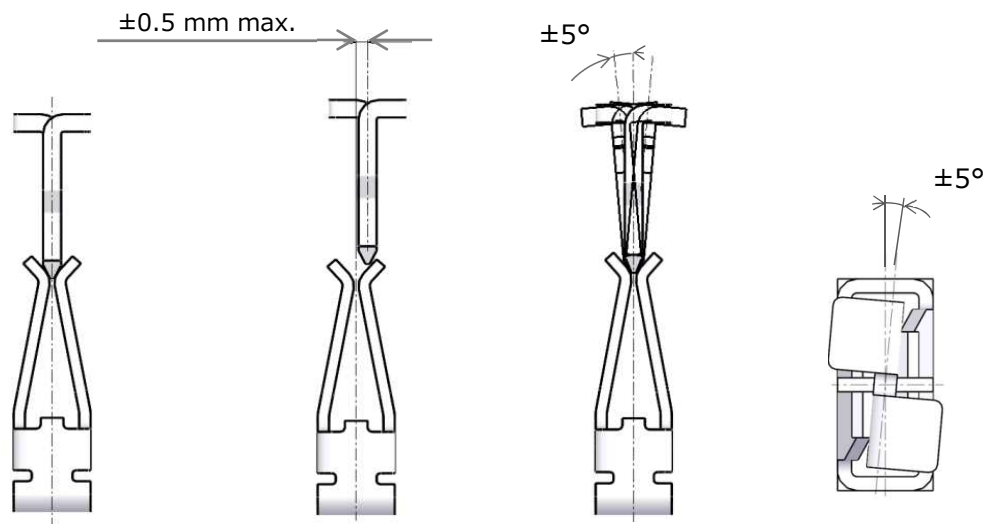

Fig. 4 プラグセット / Placing plug
1. Fig. 4 のようにガイド形状に合わせてプラグをセットします。
Place a plug on the receptacle guide shown in fig. 4.